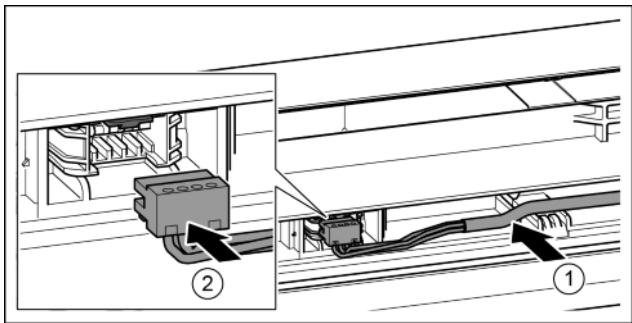

Fig. 38
- Вставить серый кабель в направляющую в верхней двери. Fig. 38 (1)
- Зафиксировать штекер. Fig. 38 (2)